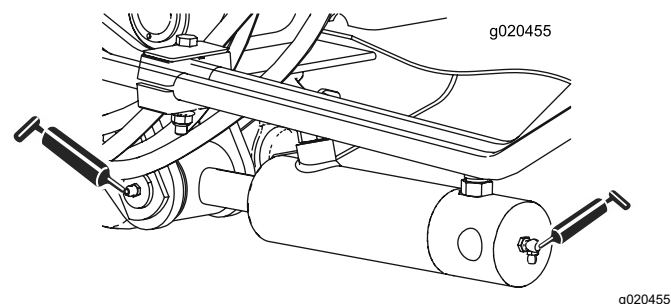

Figura 82
- 2 (su ciascun lato) boccole orientabili del cilindro del braccio di sollevamento (Figura 82)